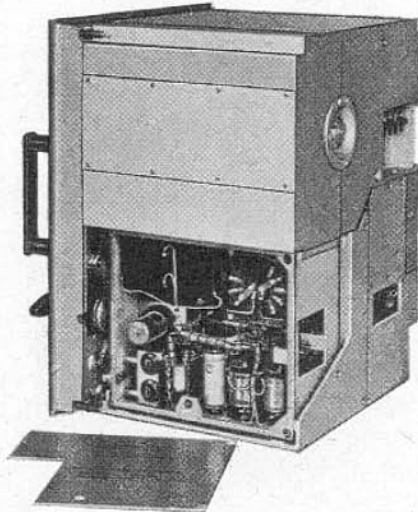

Abb. 3: Seitenansicht von rechts ohne Kasten
Umschaltung auf andere Netzspannung kann nur durchgeführt werden, wenn das Gerät aus dem Kasten herausgezogen ist (s. Abb. 3).
- 3) Abdeckblech von Netzteil abschrauben (siehe Abb. 3).